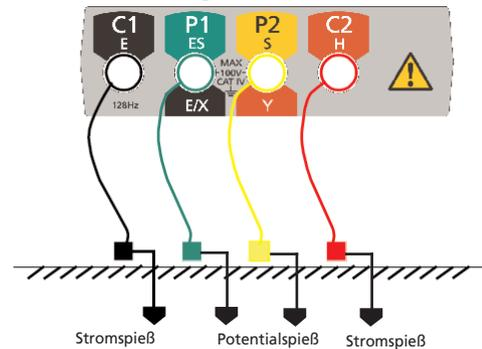

Abbildung 7: Anschlüsse für die vierpolige Erdwiderstandsmessung
1. Wenn der Wahlschalter auf die Position „OFF“ eingestellt ist, schließen Sie das Instrument wie in Abbildung 7 gezeigt an.